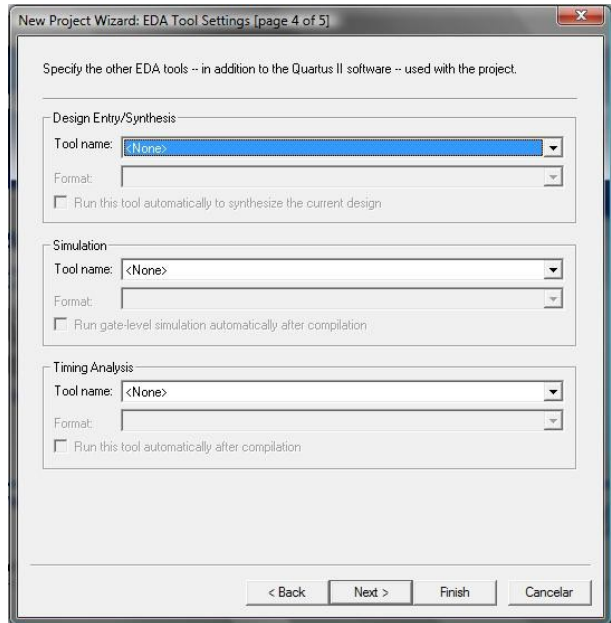

Figura 4
4. En el siguiente recuadro no vamos a cambiar nada así que solo presionamos *Next*. Ver Figura 4.